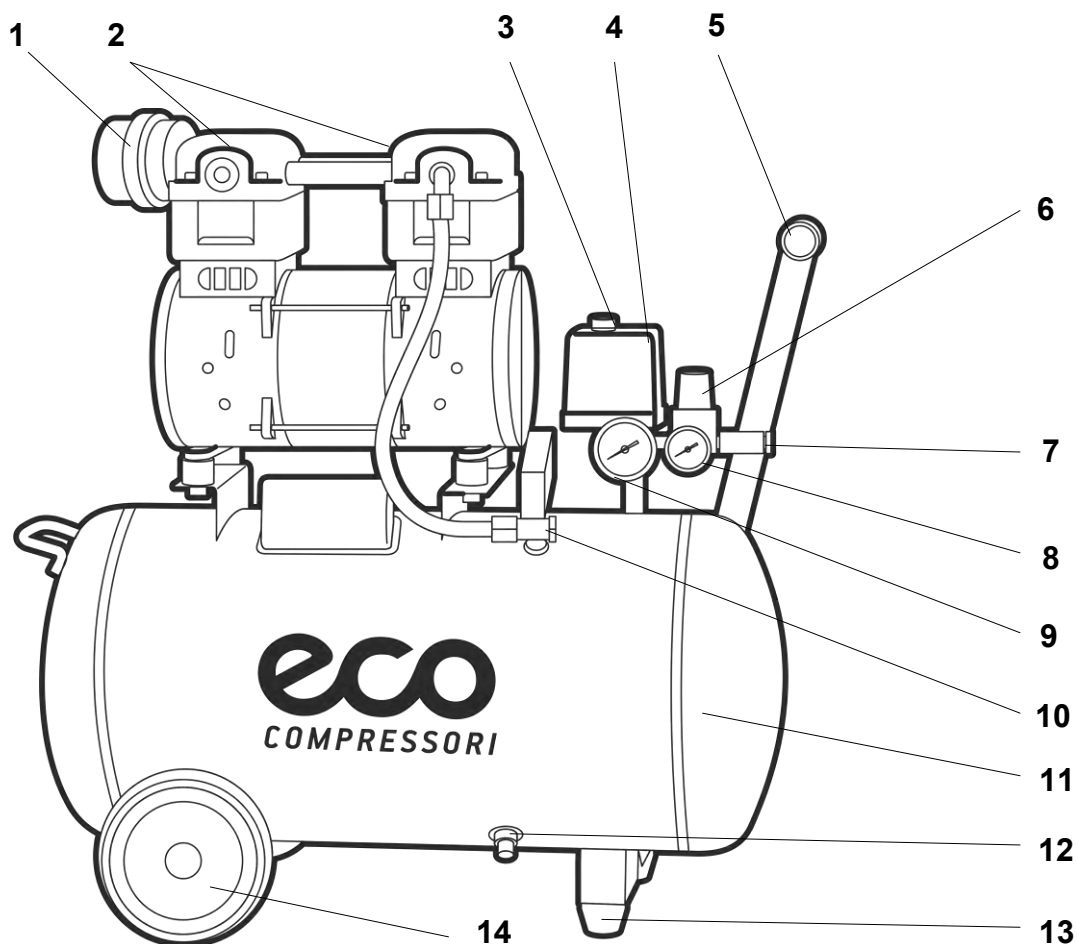

Рисунок 1
Убедитесь, что переключатель 3 находится в выключенном положении (см. рис.1).
Через быстроразъёмное соединение 7 (см. рис.1) и, используя соответствующую пневмоаппаратуру и трубопроводы, соедините компрессор с потребителями сжатого воздуха.
После завершения вышеперечисленных операций компрессор готов к эксплуатации. Проверьте, чтобы переключатель 3 (см. рис.1) находился в положении «OFF».
При первом запуске компрессора, оставьте его поработать на время приблизительно 5 минут с полностью открытыми кранами выпуска воздуха. По истечении этого времени, закройте кран и проверьте, чтобы компрессор нагнетал воздух в ресивер 11 (см. рис.1) и останавливался автоматически по достижении максимального давления, указанного на компрессоре, а также на индикаторе манометра.
После первых 10 часов и каждые 3 месяца работы компрессора проверьте и при необходимости подтяните винты головок цилиндров компрессорной группы 2 (см. рис. 1). В результате теплового расширения металла цилиндров компрессора затяжка винтов может быть ослаблена. Для предотвращения срыва витков резьбы в цилиндрах компрессора, при затягивании винтов не прилагайте чрезмерного усилия.
ВНИМАНИЕ! Реле давления (прессостат) 4 (см. рис.1) отрегулировано изготовителем, и не должно подвергаться регулировкам со стороны пользователя.
- срабатывания реле давления (прессостата) 4 (см. рис.1) при максимальном давлении в ресивере 11 (см. рис.1).
ВНИМАНИЕ! По окончании работы полностью выпускайте сжатый воздух из ресивера 11 (см. рис.1).
При помощи регулятора давления 6 (см. рис.1), установите требуемое значение: при повороте ручки по часовой стрелке давление увеличивается, при повороте против часовой стрелки – уменьшается.
Значение давления указано на манометре 8 (см. рис.1).
Перед каждым включением компрессора следует сливать накопившийся в ресивере 11 (см. рис.1) конденсат. Слив конденсата осуществляйте следующим способом:
— установите в ресивере 11 (см. рис.1) давление воздуха равное 0,1–0,2 МПа (1-2 bar), выпуская сжатый воздух.
ВНИМАНИЕ! Если в ресивере 11 (см. рис.1) сжатый воздух находится под большим давлением, то при открытии крана для слива конденсата 12 (см. рис.1) произойдет выброс конденсата со значительной силой;
— установите под ресивер 11 (см. рис.1) поддон для слива конденсата;
— откройте кран 12 (см. рис.1) и слейте конденсат в поддон;
- Проверьте клапаны поступления и отвода воздуха, расположенные под головкой компрессорной группы 2 (см. рис.1). Очистите или при необходимости замените клапанные пластины и прокладки – производится в сервисном центре.